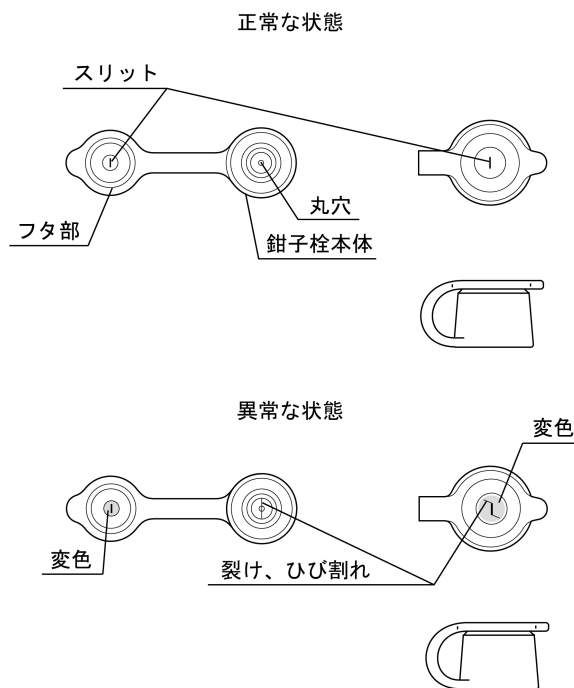

図 2
- 12.鉗子栓のフタ部のスリットまたは鉗子栓本体の丸穴に裂け、ひび割れ、変形、変色などの異常がないことを目視で確認すること（図 2 参照）。